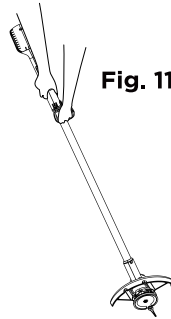

Fig. 11-2
- Empleo como cortabordes (Fig. 11-2)